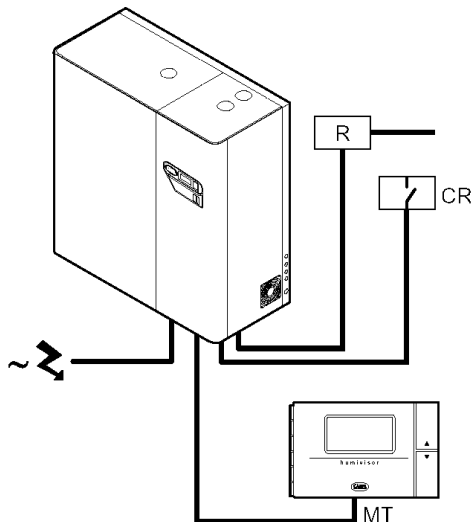

Рис. 5.4.2
**б) Подчиненное управление** через сигнал от внешнего регулятора (Рис. 5.4.2).